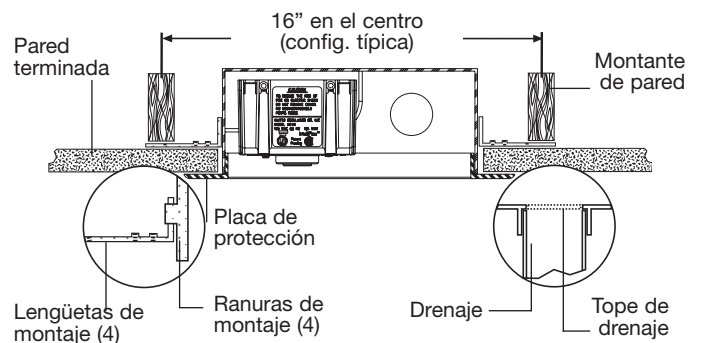

Figura 7 (vista superior)
5. Coloque la A2C-WB-M1 entre los montantes de pared, como se muestra en la Figura 7. Controle la nivelación y ajuste las lengüetas de montaje en los montantes.